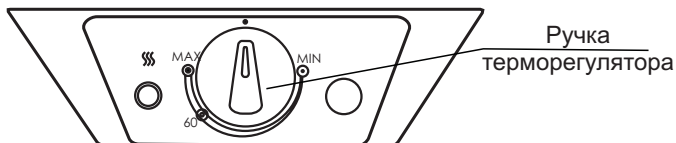

Рисунок 2 - Панель управления ЭВН моделей 3W30V1, 3W40V1, 3W50V1, 3W60V1
- в ЭВН **моделей 3W30V1, 3W40V1, 3W50V1, 3W60V1** регулировка осуществляется с помощью выведенной наружу ручки терморегулятора. Поворотом ручки терморегулятора по часовой стрелке увеличивают температуру нагрева воды, против часовой стрелки - уменьшают. Для ориентации на шкале обозначено положение ручки терморегулятора, соответствующее нагреву воды примерно до 60 °С (см. рисунок 2).